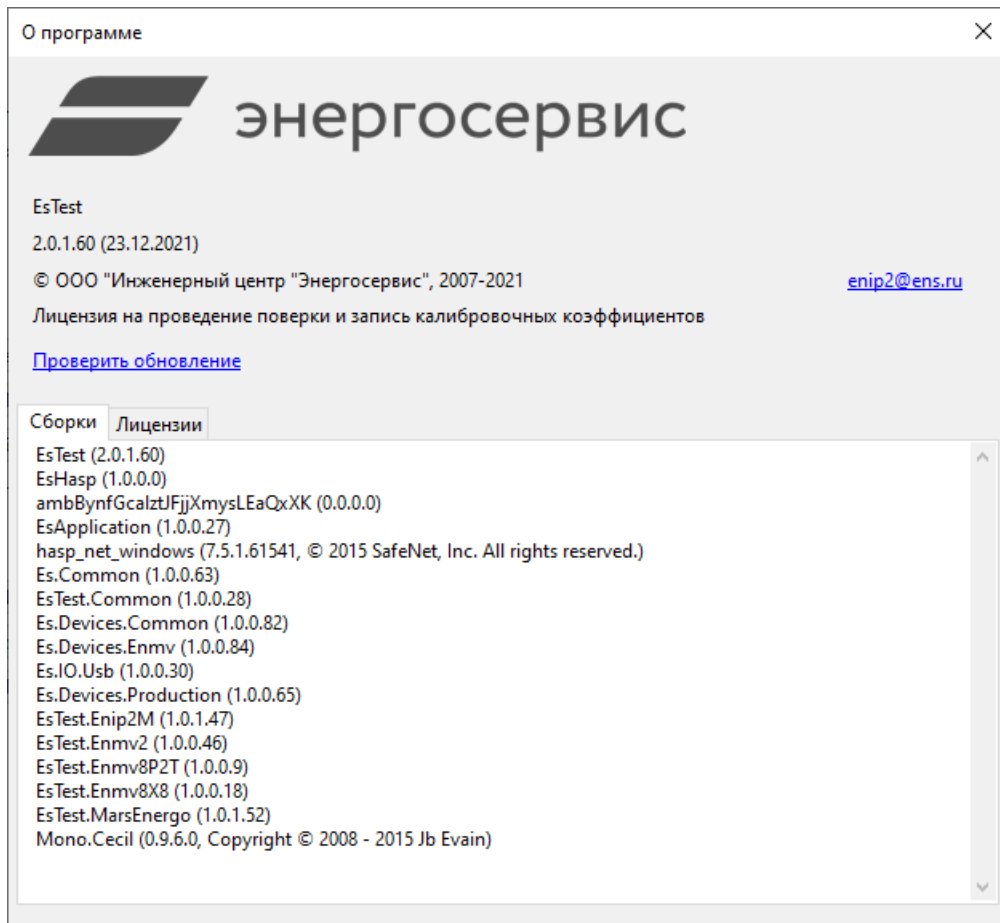

Рисунок 8.3. О программе
- О программе – открытие окна, содержащего версию ПО, данные лицензии (рис. 8.3).